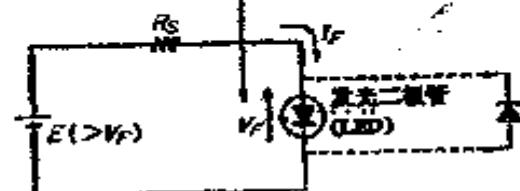

图3-14 发光二极管的使用方法
⑤ **发光二极管:** 发光二极管(LED)顾名思义,是能发光的二极管,具有可发红、绿、黄、橙各种颜色以及红外光的各类品种。
使用方法如图3-14所示,只有正向电流流过^④,使用时应注意两点:其一是与通常的二极管 $V_F = 0.7V$ 相对应,发光二极管的 V_F 有的高达1.2~2.0V(可见光发光二极管:1.6~2.0V;红外光发光二极管:1.2~1.6V),这是因为制作发光二极管的材料不是硅,而是GaP、GaAsP、GaAlAs等。其二是,这种管子的反向耐压非常低,只有几伏。因此,在加上反偏压时,应在其上反向并联一只小功率二极管,这就能将最高反向电压控制在0.7V。
⑥ **变容二极管:** 变容二极管(Varicap)是通过改变反